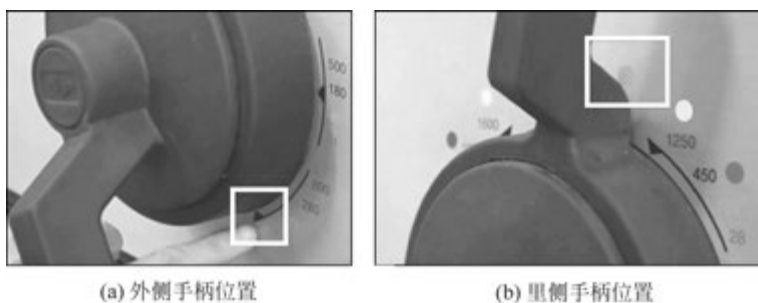

图 1.18 主轴 71r/min 转速变换操作
(2) 主轴 71r/min 转速变换操作如图 1.18 所示。
① 外侧手柄对准下方转速范围三角标记位置,如图 1.18(a)所示。
② 里侧手柄对准黄色挡位,如图 1.18(b)所示。